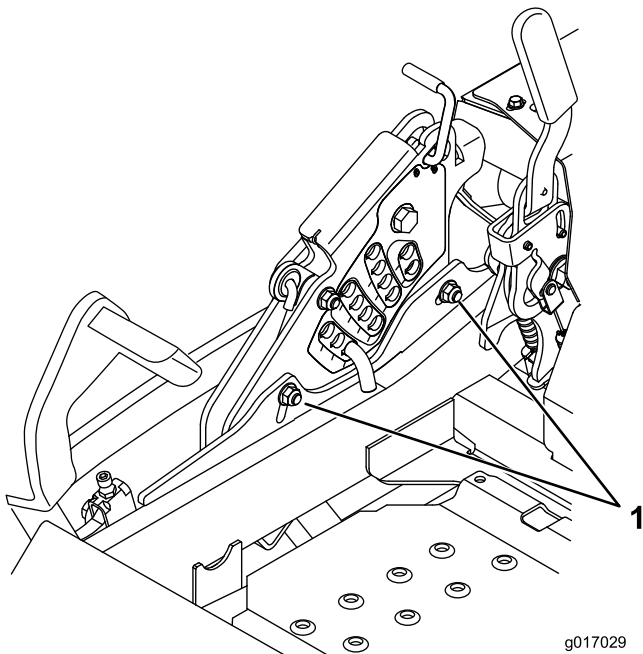

Figure 89
12. Pour régler le système monopoint, desserrez les deux boulons au bas de la plaque de hauteur de coupe. Reportez-vous à Figure 89.
14. Serrez les deux boulons au bas de la plaque de hauteur de coupe (Figure 89). Serrez à un couple de 37 à 45 Nm (27 à 33 pi-lb).